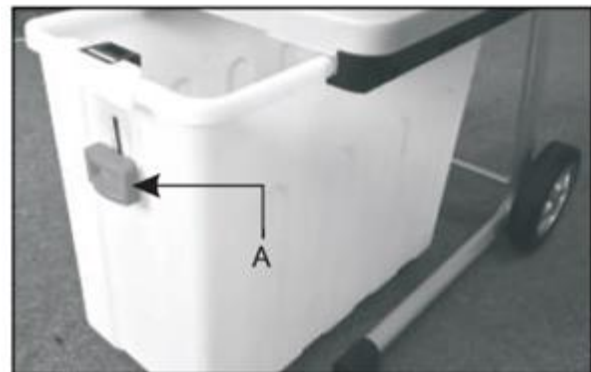

Fig. 2
- Drücken Sie den Sicherheitsschalter(A) nach unten und schieben Sie den Auffangbehälter ins Fahrgestell.(Fig.2)
- Ziehen Sie den Sicherheitsschalter (A) ganz nach oben!
- Ziehen Sie den Sicherheitsschalter(A) nach unten (Fig.2).